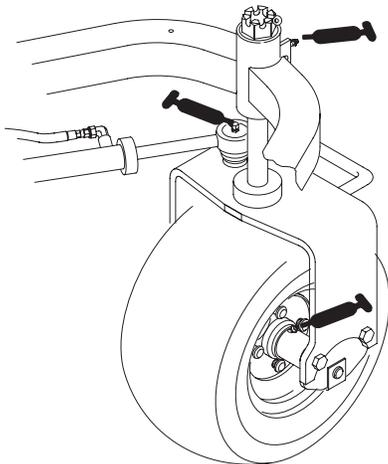

Bild 41
- Hinterradnabe (1)
- Laufradlager (1)
- Lenkzylinder (2) (Bild 41)